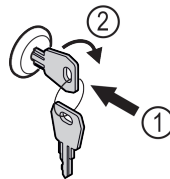

Fig. 169
- ▶ Sätt in nyckeln. Fig. 169 (1)
- ▶ Vrid nyckeln 90° medurs. Fig. 169 (2)